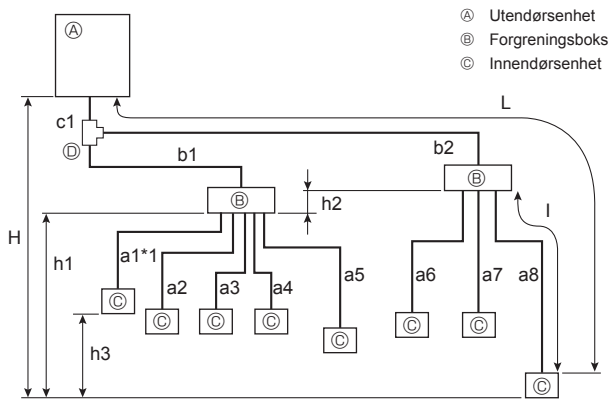

Fig. 4-2
4.1.2. Tilkobling med forgreningsboks (fig. 4-2)